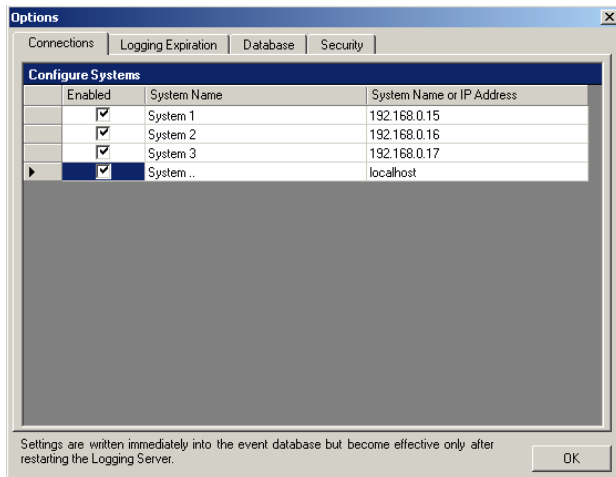

Abbildung 56.6: System hinzufügen (1)
- 1 Klicken Sie auf das Feld *Enabled* der mit einem Sternchen (*) markierten Zeile. Daraufhin wird der Systemliste eine neue Zeile hinzugefügt (siehe Abbildung 56.6).